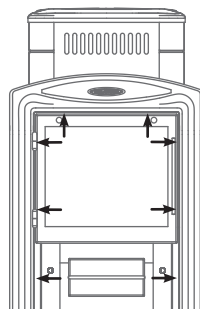

Рисунок 7. Винты для демонтажа дверки при монтаже печи «Витра»
1. открутить саморезы 8 шт., которыми прикрепляется дверца с рамкой к топливному каналу и снять ее; (см. рисунок 7)